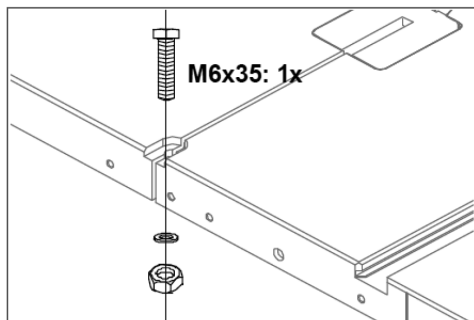

Рис. 11
• Закрепите болт М6х40 с двумя шайбами и гайкой на столе (рис. 11).